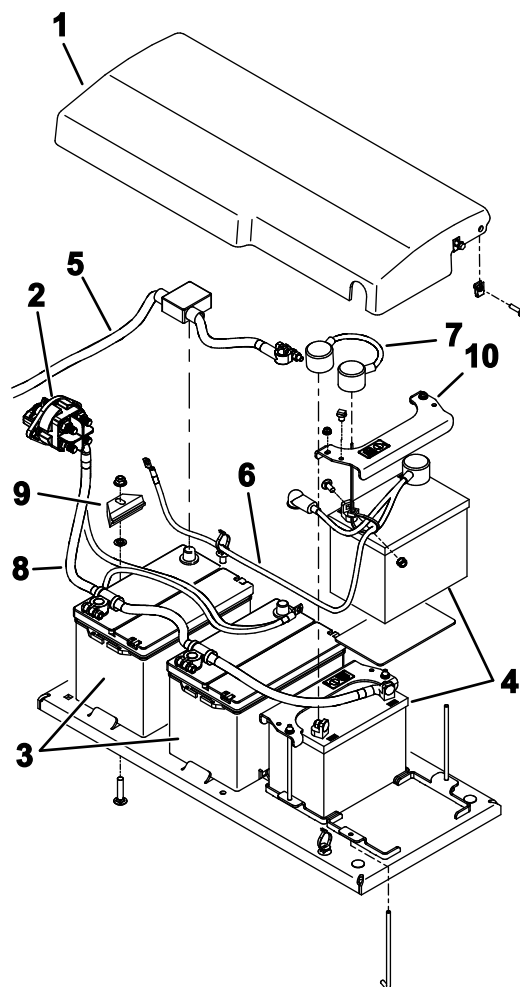

Figura 110
6. Retire las fijaciones que sujetan la tapa de la batería a la máquina, y retire la tapa (Figura 110).
9. Retire las baterías de la máquina con cuidado (Figura 110).
1. Sujete las baterías con las pletinas de sujeción (Figura 110).